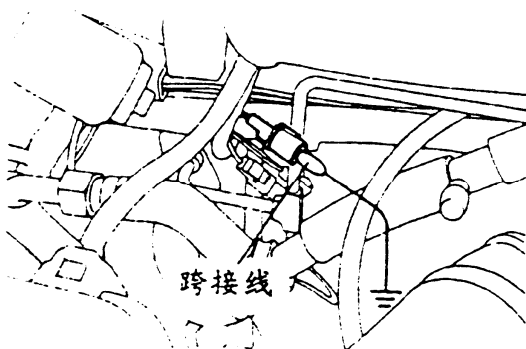

图 3-37 使用跨接线将点火正时调整端子搭铁
(4) 拆下点火正时调整接头的防水套接头。
(5) 如图 3-37 所示，使用跨接线将点火正时调整端子搭铁。